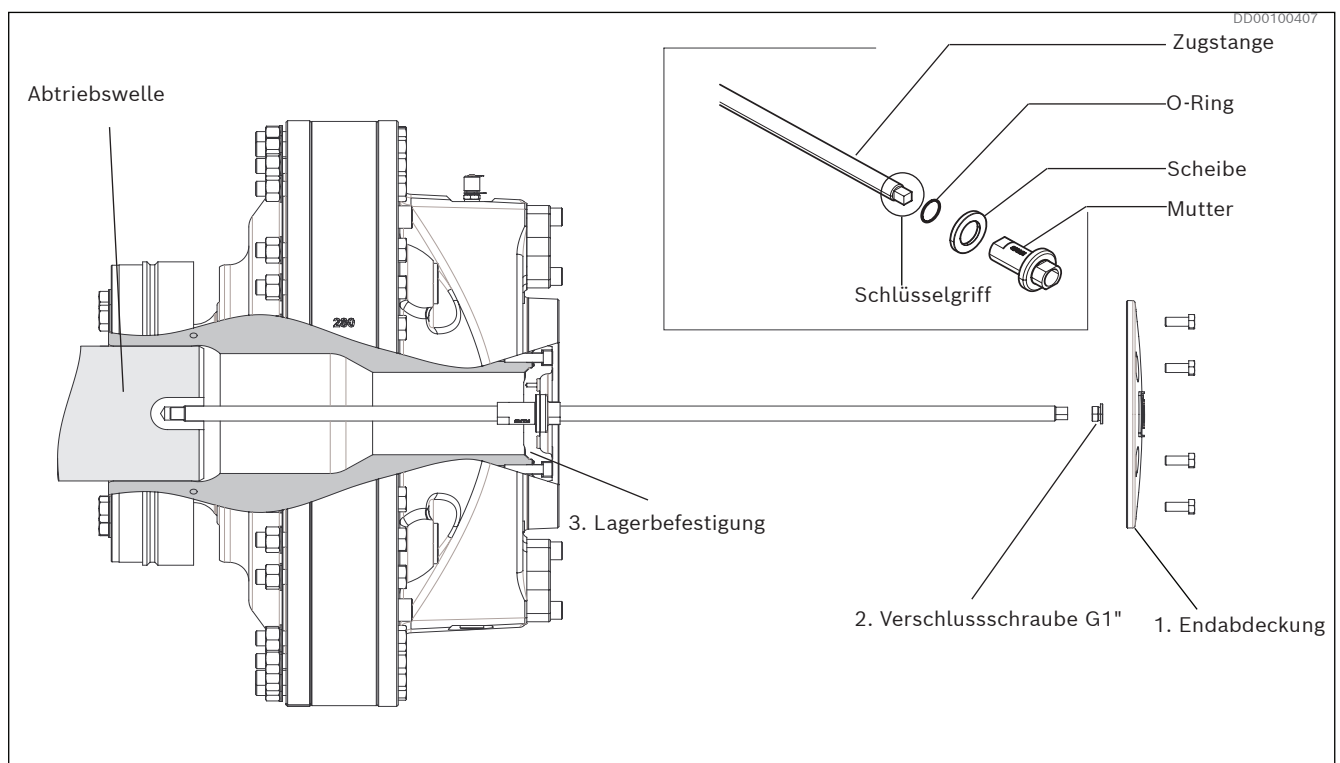

Bild 40: Montage von Kupplungsmotor mit Montagewerkzeug
1. Entfernen Sie die Endabdeckung (1) mitsamt der Schrauben und Scheiben.
2. Entfernen Sie die Verschlusschraube G1" (2).
4. Installieren Sie das Montagewerkzeug, indem Sie die Zugstange durch die Mitte des Motors führen und mit dem Schlüsselgriff am Ende des Werkzeuges bis auf die angegebene Tiefe in die Abtriebswelle einschrauben. Montieren Sie die Scheiben, und ziehen Sie anschließend die Mutter an der Lagerbefestigung (3) an. Siehe *Bild 40*.